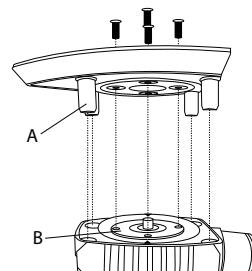

Abbildung 1
- ♦ Montieren Sie jetzt die gewünschte Schleifplatte. Stellen Sie sicher, dass die Befestigungsplatte B zu der Schleifplatte ausgerichtet ist. Die Gewindebohrungen der Befestigungsplatte B müssen zu den entsprechenden Löchern der jeweiligen Schleifplatte ausgerichtet sein. Die Kunststoffstifte A 15 (nur Schleifplatte 9 und 11) zu den Löchern im Gerät (siehe Abb. 1).